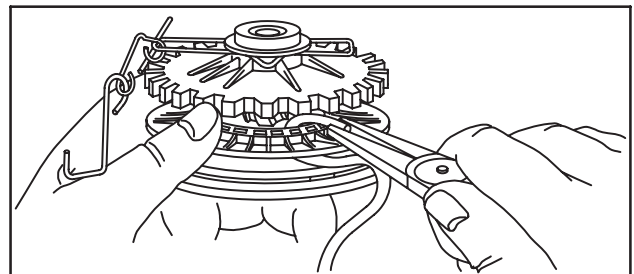

Fig. 54
10. Utiliser l'outil et/ou une paire de pinces pour ôter la corde de la poulie, Fig. 54. Vous pouvez réaliser un outil pour introduire la corde comme indiqué à la Fig. 13, page 5.